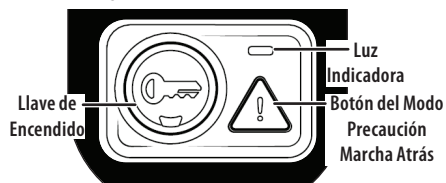

Fig. 29
- Mantenga presionado el botón MODO PRECAUCIÓN MARCHA ATRÁS durante 3 segundos. La luz indicadora parpadeará durante 3 segundos y permanecerá encendida cuando se active el MODO PRECAUCIÓN MARCHA ATRÁS (Fig. 29).
- La luz indicadora ubicada encima del MODO PRECAUCIÓN MARCHA ATRÁS estará ENCENDIDA mientras este modo esté activado (Fig. 29).